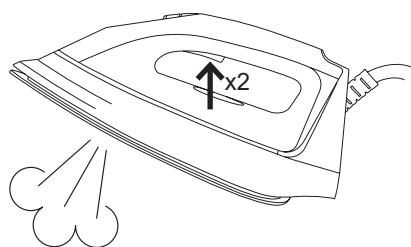

Fig 5
- Una vez alcanzado el calentamiento, mantiene el interruptor de limpieza pulsado durante 3 segundos para que la plancha entre en modo de limpieza. El indicador parpadea y emite señales acústicas. Fig.5